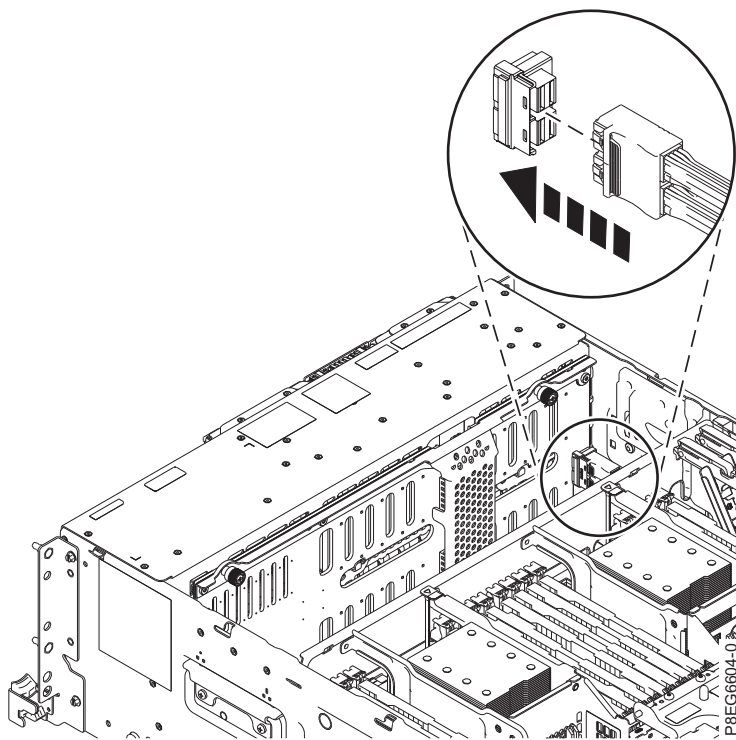

図 10. ディスク・ドライブ・バックプレーンへの SAS ケーブルの再接続
9. 11 ページの図 10 に示すように、前面 SAS ケーブルをディスク・ドライブ・バックプレーンのコネクタ・ポートに再接続します。コネクタのラッチが掛かるまで、コネクタを内部に押します。ケーブルをシャーシの側面に寄せて配置します。